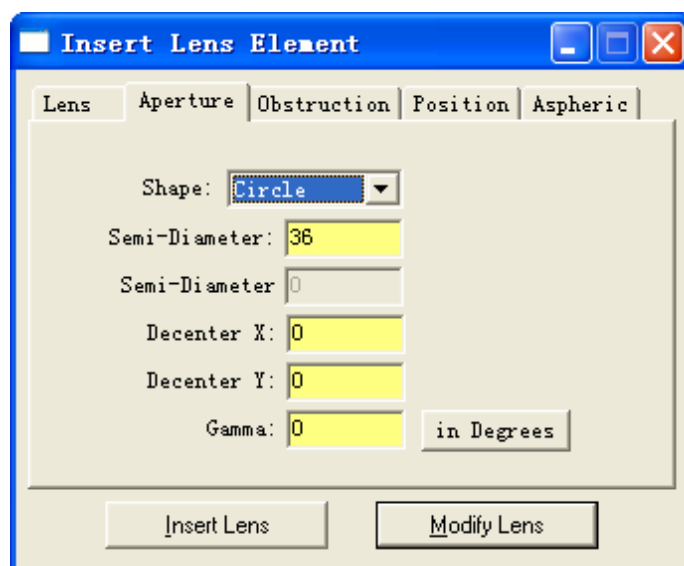

图 3.3.2
4. 在口径设置栏里，输入半口径为 **36mm**。如图 3.3.2